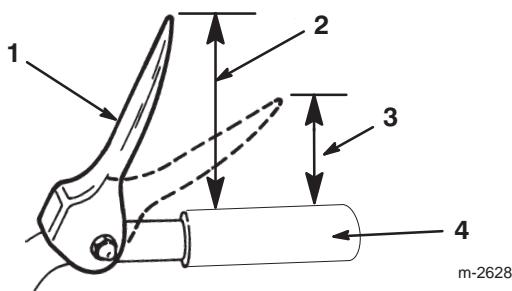

Figure 8
- Réglez la position des deux contre-écrous à bride sur la tige de traction supérieure vers le haut ou vers le bas pour que l'extrémité de la manette de commande de traction soit à environ 13 cm de la poignée (Fig. 8).
Remarque : Le réglage est correct si les roues cessent de tourner quand le bout de la manette de commande de traction est à une distance de 7,5 à 10 cm du haut de la poignée (Fig. 8).